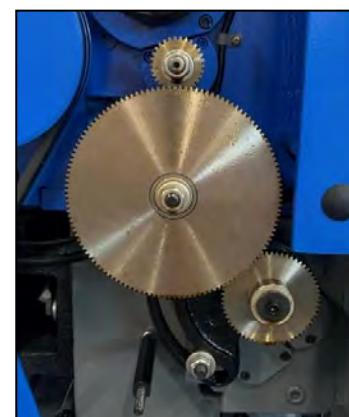

Figura 32 – Ingranaggi.
2. Svitare i dadi di fissaggio degli ingranaggi e smontarli (vedere la Figura 32);
Gli ingranaggi principali del tornio sono lubrificati a sbattimento; il livello dell'olio lubrificante è segnalato dagli appositi spioncini (vedere la figura 32).